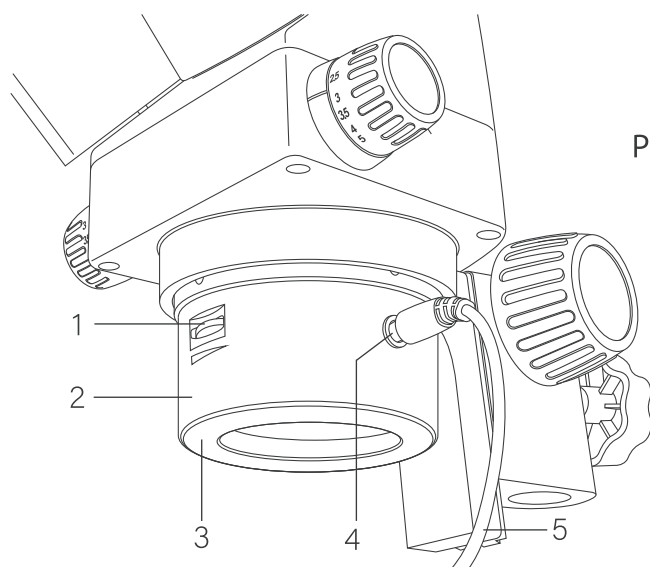

Рис. 4. Осветитель отраженного света.
- Подсоедините кабель сетевого адаптера 5 (рис. 4) к гнезду на блоке объективов 4 (рис. 4) и подключите адаптер к электросети переменного тока  $220 \pm 22\text{В} / 50\text{Гц}$ .
- Включите осветитель поворотом дискового регулятора 1 (рис. 4) на блоке объективов в направлении «налево».